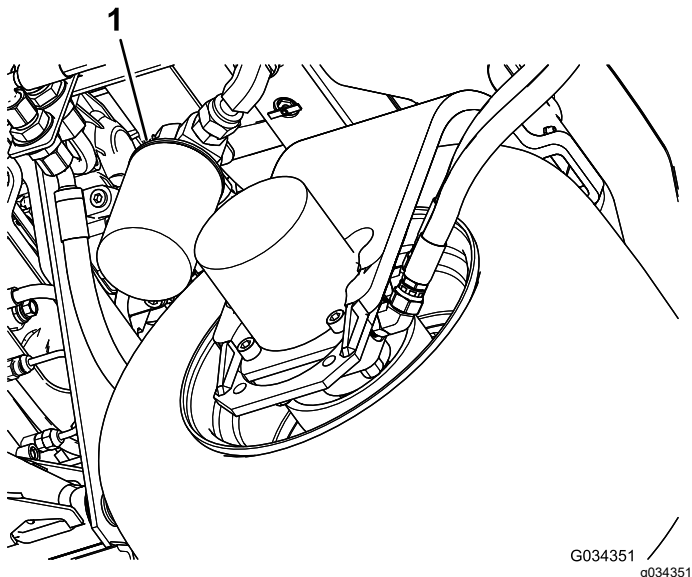

Figure 86
2. Nettoyez la zone autour de la surface de montage du filtre. Placez un bac de vidange sous le filtre (Figure 86) et enlevez le filtre.